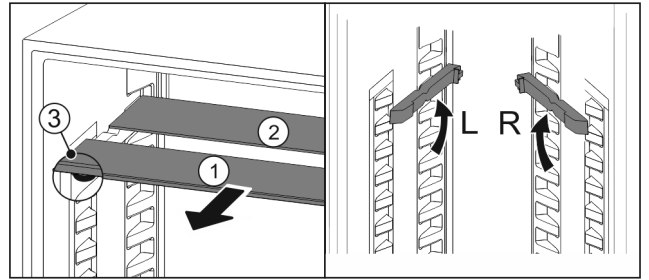

Fig. 192
- Glasplatten einzeln nach vorne herausziehen Fig. 192 (1).
- Glasplatte Fig. 192 (1) mit Zierleiste liegt vorne.
- Stopps Fig. 192 (3) zeigen nach unten.